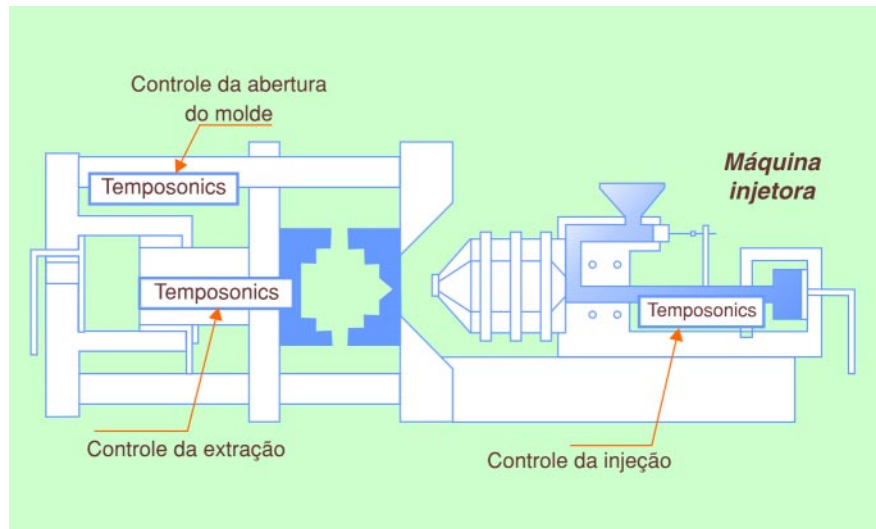

Figura 7 – Sensores empregados em uma máquina injetora.
- **Máquinas injetoras:** os sensores podem ser utilizados em três locais: o controle da injeção, o controle da extração e o controle da abertura do molde (observe a **figura 7**). Com o uso deste sensor pode-se reduzir sensivelmente o índice de trocas das régua potenciométricas comuns.